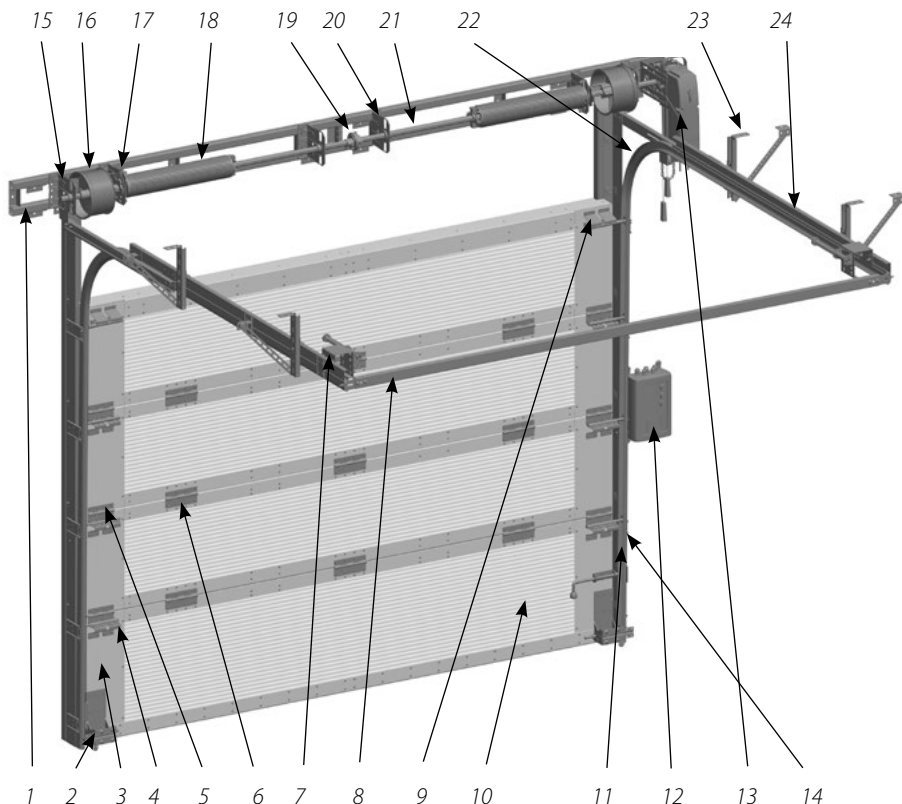

Рис. 1. Ворота Серии ProFire с одновалной системой балансировки.
Ворота состоят из монтажной рамы, несущего каркаса, воротного полотна, торсионного вала с торсионными пружинами, элементов управления. На *рис. 1* приведено схематическое изображение ворот стандартной комплектации с навальным электроприводом, блоком управления и комплектом фотоэлементов.
- нижние кронштейны с защитой от обрыва троса (поз. 2 на *рис. 1*);
- предохранительные храповые муфты (поз. 17 на *рис. 1*), срабатывающие при поломке пружин.